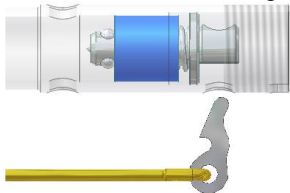

Рис. 9
5. Пролить смазкой и вставить узел сепаратора в ствол так, чтобы поперечное отверстие иглы совпало с поперечным отверстием ствола, в которое вставляется собачка. При этом игла должна быть повернута лыской к собачке (рис. 9).